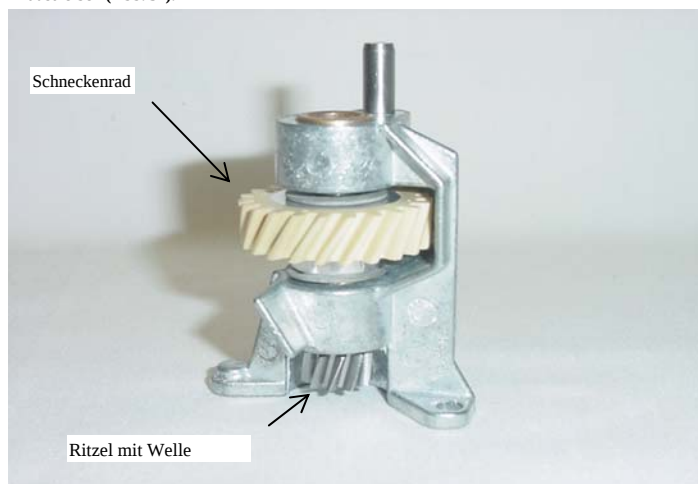

Abb. 56: Schneckenrad und Ritzel vor dem Zusammenbau prüfen. Zum Austausch den Kerbstift/Spannstift austreiben (Abb. 57).
H. Schneckenrad und Ritzel prüfen (Abb. 56). Zum Austausch Kerbstift/Spannstift austreiben (Abb. 57).